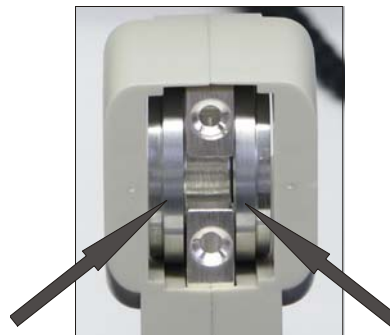

Fig. 1 Logement de la tête de mesure avec les bagues de montage
- Placer les bagues de montage à gauche et à droite dans le logement de la tête de mesure (cf. Fig. 1).